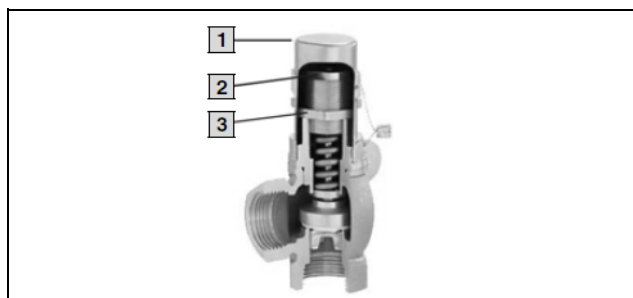

Abb. 27: Überstromventil
- Durch die Installation eines Überstromventils (Option, siehe Abschnitt 11 „Zubehör“) wird sichergestellt, dass bei geschlossenen Magnetventilen von Luft/Wasser-Wärmetauschern und laufender Pumpe immer eine Kühlwasserzirkulation aufrechterhalten wird. Erreicht wird dies durch Öffnen des Überstromventils, sobald der Förderdruck den am Ventil eingestellten Wert übersteigt (Abb. 27).